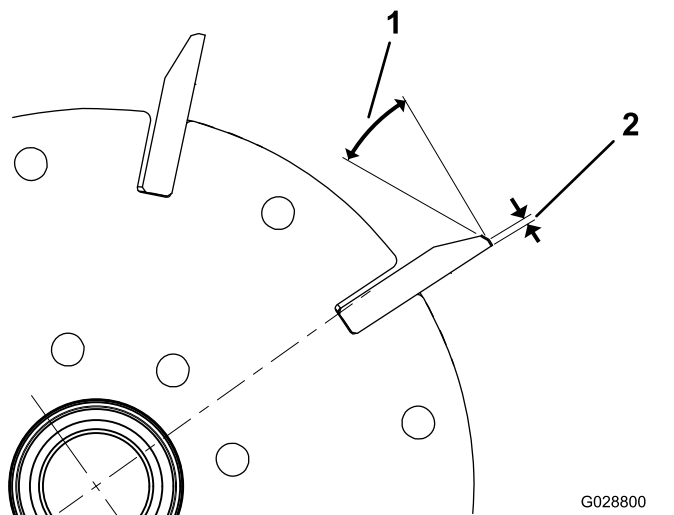

Figura 28
- Applicate una rettifica di scarico di 30° su tutte le lame del cilindro in modo da ottenere una larghezza a terra di 0,8 mm (Figura 28).